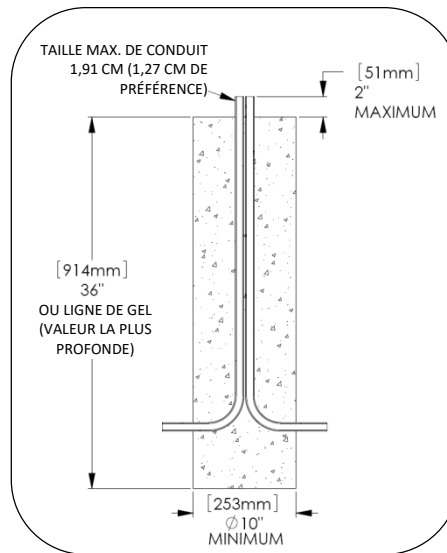

Fig. 1 - Recommandation minimum pour la semelle de fondation
1. Préparer la semelle de fondation, en respectant les codes locaux (voir figures 1, 2 et 3 pour les recommandations).